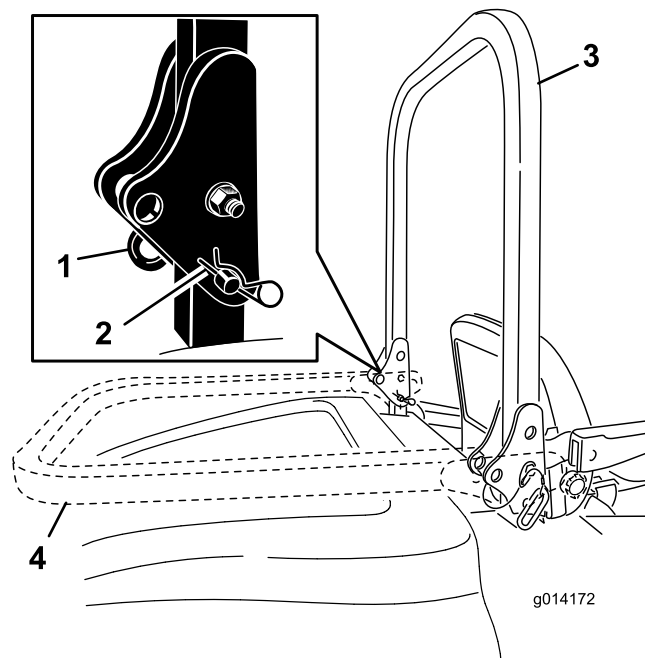

図 10
1. ROPS を下げるには、バーを前方に押して固定ピンに掛かっている力をゆるめた状態で、左右の固定ピンを抜き取る(図 10)。
2. バーを降ろす(図 10)。
3. ピンとヘアピン・コッターで固定する(図 10)。
4. ROPS を立てるには、機体の左右でヘアピン・コッターを抜き、ピンを外す(図 10)。
5. ROPS をまっすぐに立ててピンで固定し、ヘアピン・コッターでロックする(図 10)。